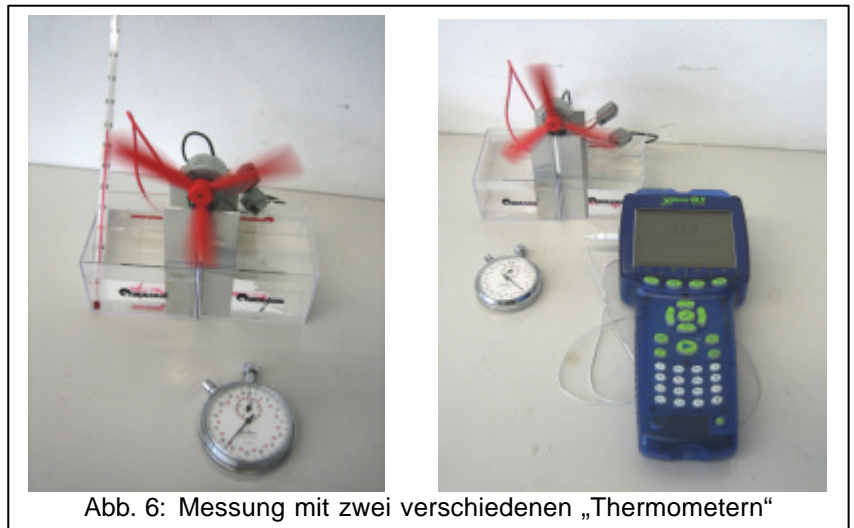

Abb. 6: Messung mit zwei verschiedenen „Thermometern“
**Versuchsaufbau:** wie Versuch 4.1. zusätzlich Thermometer und Stoppuhr (Abb. 6)